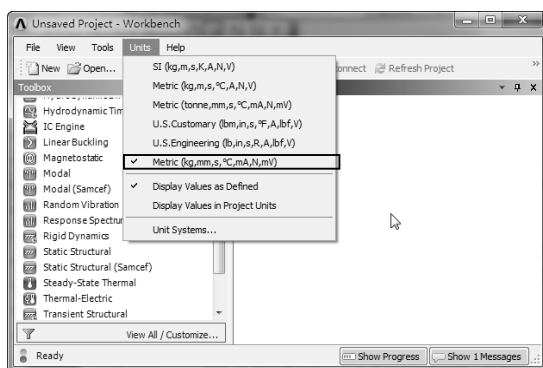

图 11-20 设置分析单位
2) 选择【Units】|【Metric (kg,mm,s,°C,mA,N,mV)】命令，设置分析单位，如图 11-20 所示。